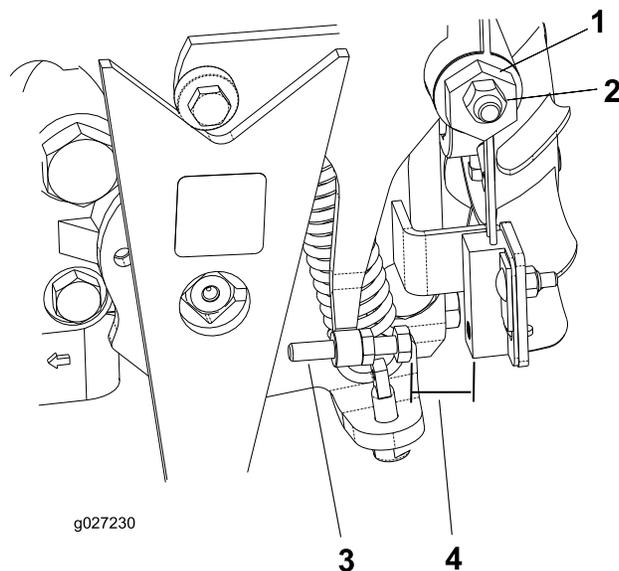

Figura 34
4. Allentate il dado di bloccaggio sulla camma di regolazione della trazione (Figura 34).
5. Avviate il motore e girate in entrambe le direzioni l'esagono della camma (Figura 34) per stabilire la posizione centrale del range di folle.
3. Regolate la vite fino a ottenere un traferro di 0,8-2,3 mm; fate riferimento a Figura 34.